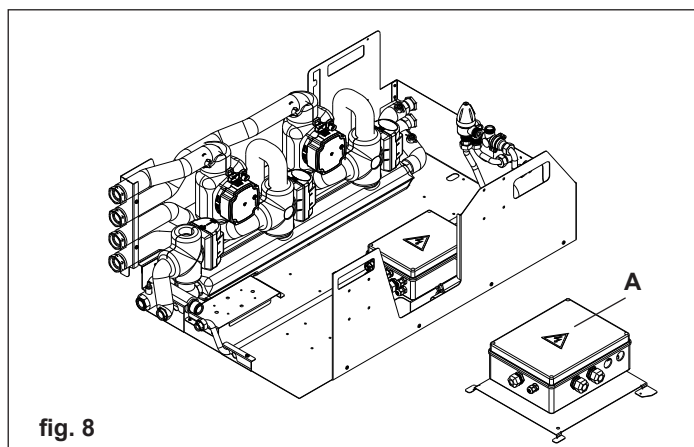

fig. 8
■ Posizionare il gruppo distribuzione ibrido analogico su una superficie piana per evitare di danneggiare i vari componenti preassemblati (fig. 8); non sganciare la scatola schede gestionali (A) prima di aver rimontato il modulo nel box